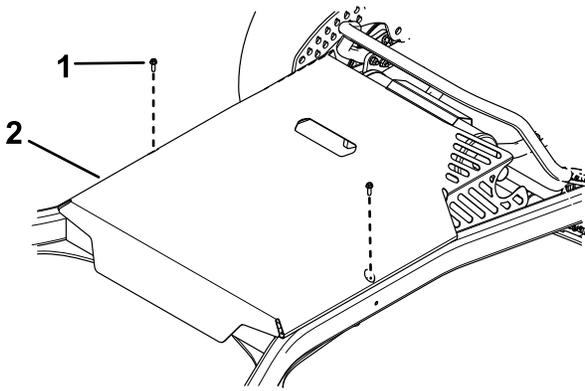

図 27
3. デッキカバーを固定しているボルト2本を外してカバーを外す 図 27。